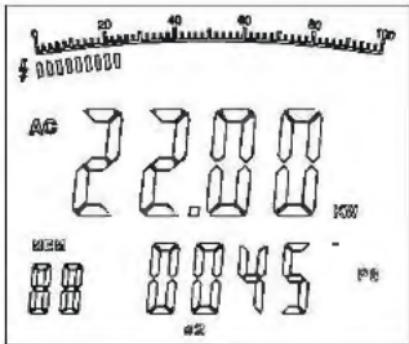

Рис. 9
2. После завершения измерения мощности 1-й фазы нажать **SEL**, чтобы выбрать **02**. На двухуровневом экране отображается значение активной мощности кВт и угла фазы PG второй фазы 2, как показано на рис. 9